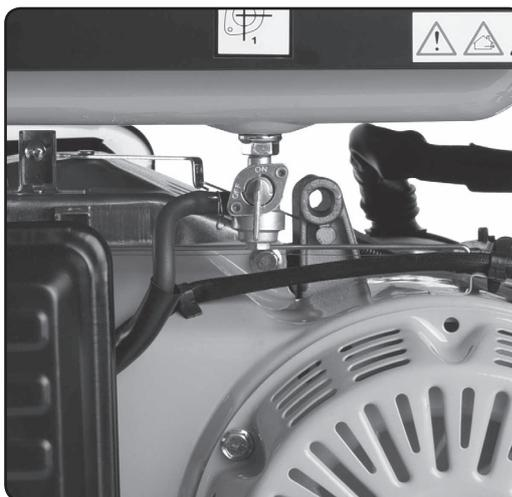

Рис. 15
**8. Переведіть паливний кран у позицію «ON» (див. піктограму на рамі генератора), див. рис. 15.**